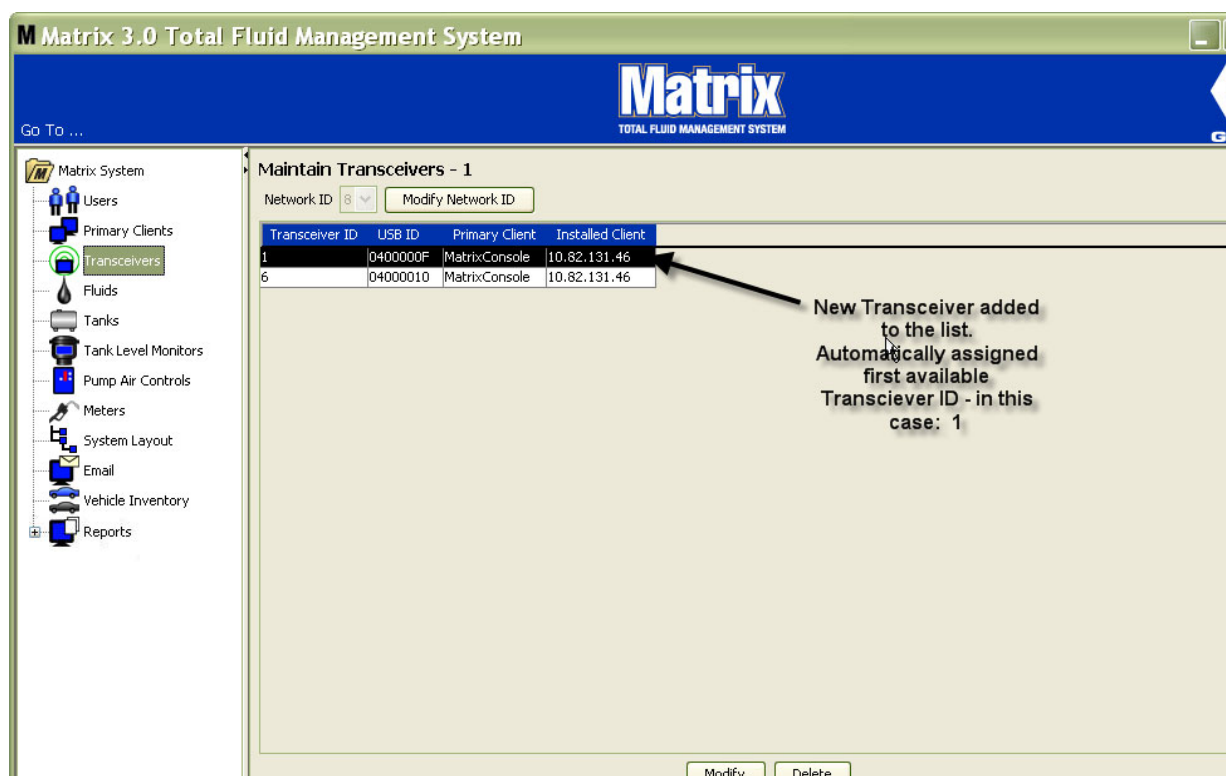

Рис. 86
1. Если приемопередатчик подсоединен в порт USB на ПК, он автоматически добавляется в начало списка, и ему назначается первое доступное значение «Transceiver ID» [ИД приемопередатчика] (Рис. 86). В результате прерывания соединения или выключения приемопередатчик не исчезнет из списка, но любые операции через это устройство незамедлительно прекратятся.